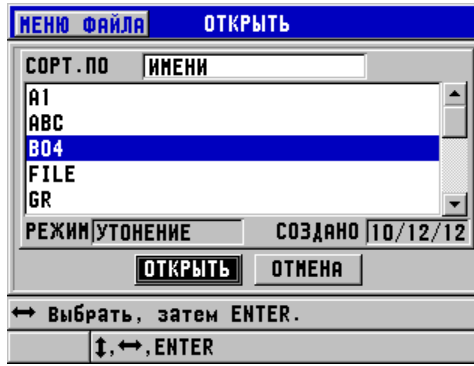

Рис. 6-27 Открытие файла
2. В окне **ОТКРЫТЬ** (см. Рис. 6-27 на стр. 115):